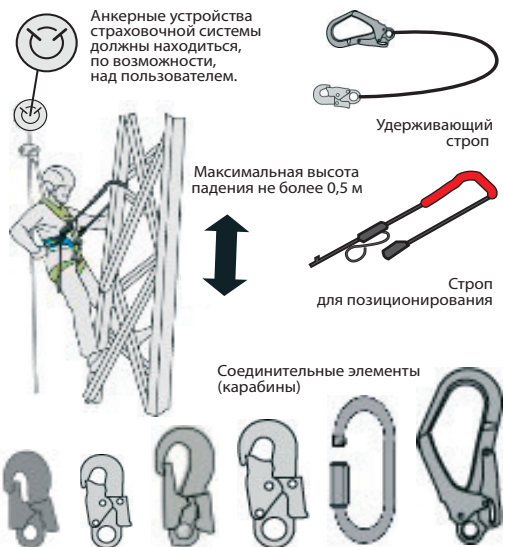

рис. 3
**Удерживающая система** – система ограничения движения на высоте, предназначенная для предотвращения попадания работника в зону риска падения и состоящая из удерживающих привязей, присоединяемой подсистемы для ограничения движения и анкерного устройства крепления (рис.3–5).